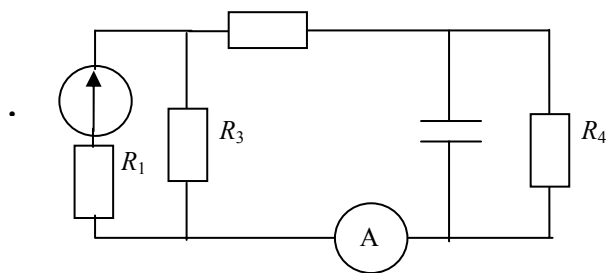

Рис. 3.14
3.2.2. Методом эквивалентного генератора напряжения определить показания амперметра, включенного в электрическую цепь (рис. 3.14), если